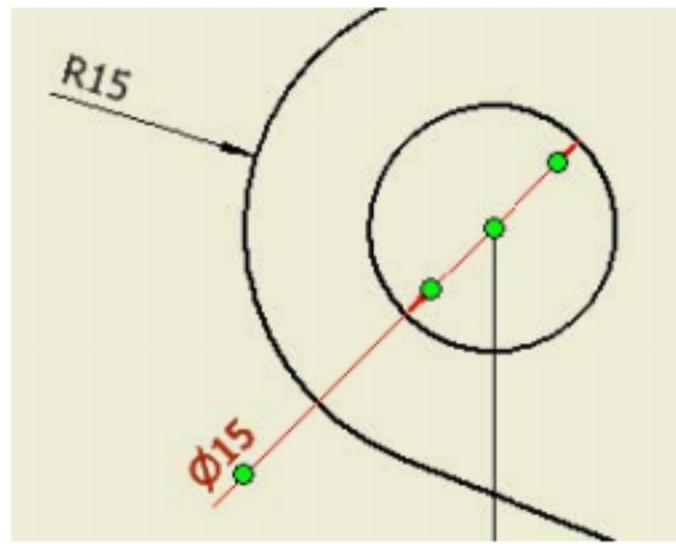

图5-36 选择、移动尺寸
1) 调整尺寸位置。在工程图中，选择需要移动的尺寸。这时选中的尺寸会出现绿色的小圆点，将鼠标移动到绿色圆点附近，鼠标指针下会出现“十字”箭头，如图5-36所示。按住鼠标左键即可拖动尺寸的位置。